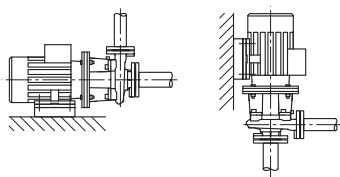

Fig. 41: Utförande BL
- Blockpumpar i serien BL ska ställas upp på fundament eller konsoler (Fig. 41). På pumpar av typen BL måste motorn stötts fr.o.m. en motoreffekt på 18,5 kW, se monterings exempel BL (Fig. 42).